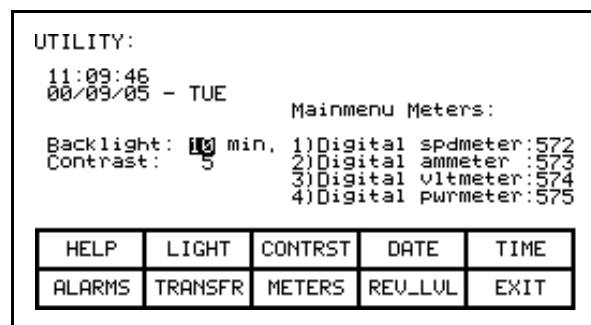

Figura 3.11 – Luz de la pantalla Utility
Para cambiar la duración del retardo, presione la tecla [F2]. El retardo actual de la luz de retroiluminación se mostrará en video inverso (Figura 3.11). El valor puede ajustarse de 0 a 60 minutos. Un valor de cero (0) inhabilitará el retardo y mantendrá la luz encendida indefinidamente. Presione las teclas [cursor hacia arriba] o [cursor hacia abajo] para cambiar el valor por una resolución de 1 minuto. Presione las teclas [cursor izquierda] o [cursor derecha] para cambiar el valor por una resolución de 10 minutos. Para cancelar el cambio, presione la tecla [retroceso] y el parámetro regresa a su valor original. Para aceptar el cambio, presione la tecla [INTRO]. Se ha guardado el retardo de la luz de retroiluminación.